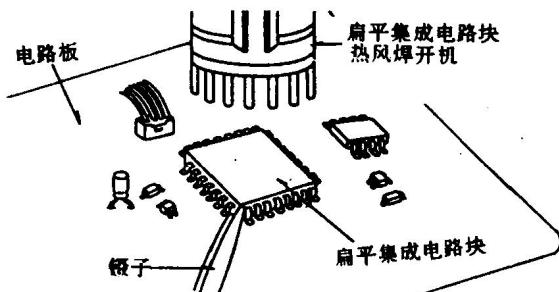

图 G9
- (2) 在加热的同时, 用镊子拆下扁平集成电路块 (图 G9)。